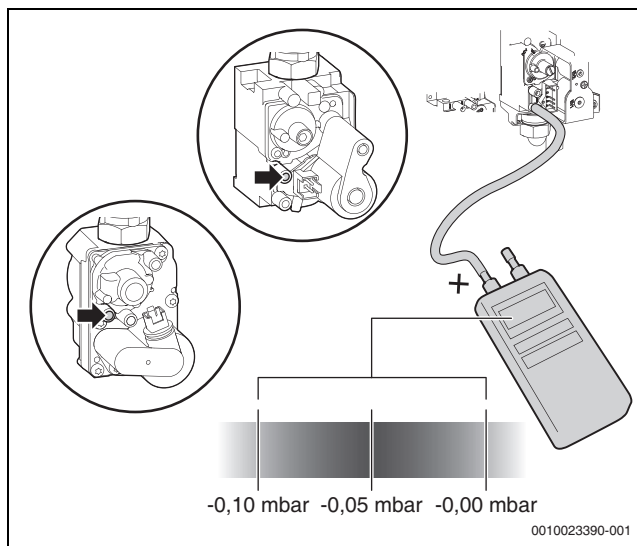

Fig. 38
- ▶ Misurare la pressione differenziale del rubinetto gas (→ fig. 38). La pressione differenziale ottimale è 0,05 mbar.